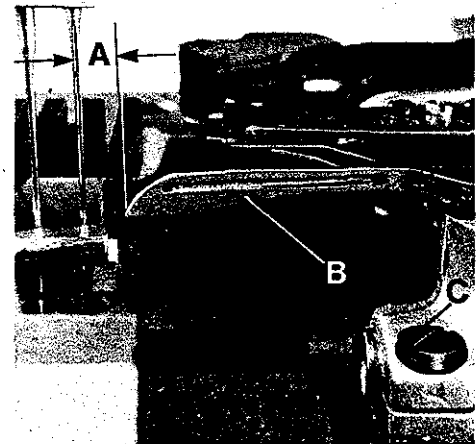

Fig.22
Turn the pulley until the looper (B, Fig. 22) is at its farthest position to the right. In this position the distance (A) from the center of the right needle to the point of looper should be 4.0 mm (5/32 in.) on the two-needle 8, 10 and 12 gauge styles and 3.6 mm (9/64 in.) on the two- or three-needle 16 gauge styles. Looper gauges No. 21225-5/32 and No. 21225-9/64 can be used advantageously in making this setting.
For adjustment loosen clamp screw (C, Fig. 22) and rotate the looper holder as required. Retighten the clamp screw.
Drehen Sie an der Handrad-Riemenscheibe bis der Greifer (B, Fig. 22) in seiner rechten Einstellung ist. In dieser Stellung muß der Abstand (A) zwischen Mitte rechter Nadel und Greiferspitze 4,0 mm (5/32 in.) bei den Zweinadel 8, 10 und 12 gauge Maschinen und 3,6 mm (9/64 in.) bei den Zwei- oder Dreinadel 16 gauge Maschinen sein. Die Greifereinstellehren Nr. 21225-5/32 und Nr. 21225-9/64 erleichtern diese Einstellung.
Zur Einstellung lösen Sie die Pratzschraube (C, Fig. 22) und verdrehen den Greiferhalter entsprechend. Ziehen Sie die Schraube wieder an.